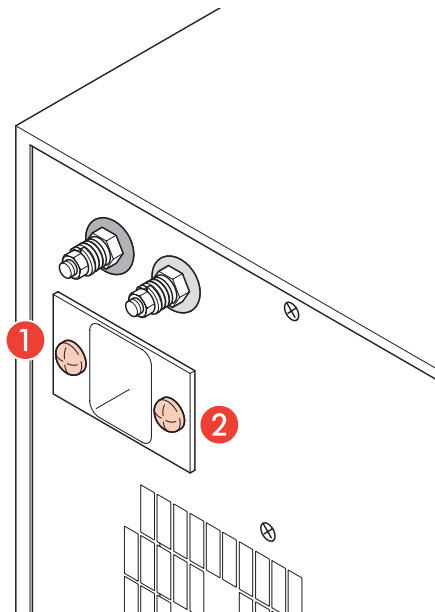

Fig. 5
1. Die Schrauben **1** und **2** (siehe Abb. 5) abschrauben.